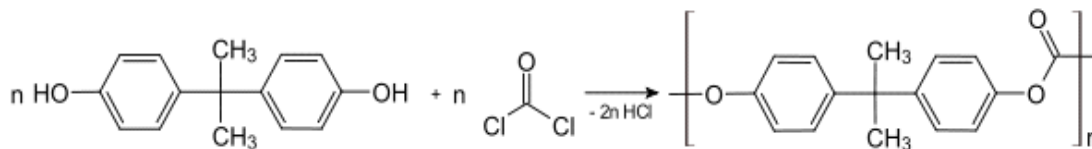

Рис. 3 Химизм процесса фосгенирования бисфенола А.
**Метод фосгенирование бисфенола А** проводят в растворе хлоралканов (обычно хлористого метилена  $\text{CH}_2\text{Cl}_2$ ) при комнатной температуре, существует две модификации процесса – поликонденсация в растворе и межфазная поликонденсация (Рис. 3):